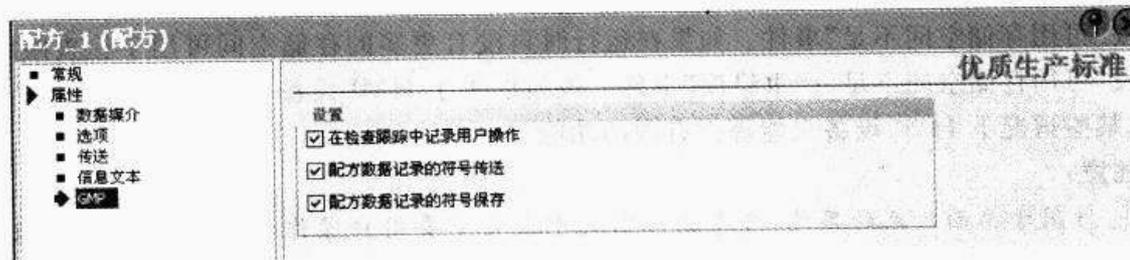

图 15-4 配方属性的 GMP 设置
③ 配方属性视图,属性组:“GMP 设置”条目,设置是否在检查记录中记录操作员操作的配方,以及是否要求操作员用电子签名确认这些操作。如图 15-4 所示。